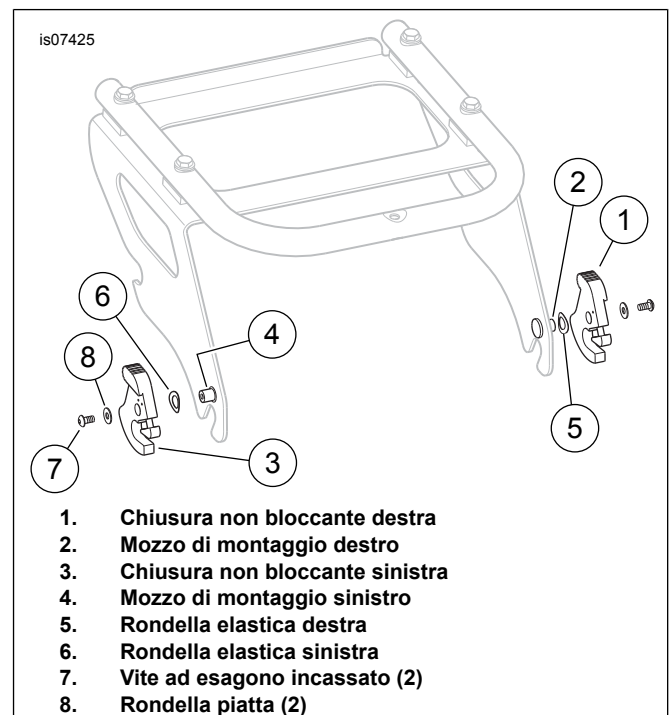

Figura 1. Scambio di chiusura (prima della configurazione di scambio illustrata)
1. Vedere Figura 1 Rimuovere la chiusura non bloccante destra (1). Lasciare la rondella elastica destra (5) sul mozzo di montaggio destro (2).
2. Rimuovere la chiusura non bloccante sinistra (3). Lasciare la rondella elastica sinistra (6) sul mozzo di montaggio sinistro (4). Installare la chiusura non bloccante sinistra (3) sul mozzo di montaggio destro (2).
3. Installare la chiusura non bloccante destra (1) sul mozzo di montaggio sinistro (4).